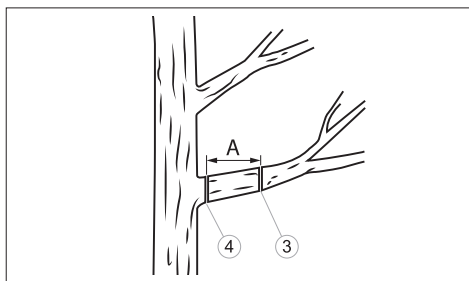

fig. 21
Sollte der Zweigdurchmesser größer als 10 cm sein, nehmen Sie zuerst einen Unterschnitt (3) und einen Querschnitt in der ca. 25 cm vom letzten Schnitt entfernten Stelle (A) vor. Führen Sie dann den gleichmäßigen Schnitt (4) vom Entlastungsschnitt bis hin zum Querschnitt durch. Gerader Schnitt durch die dicken Zweige (Abb. 21).